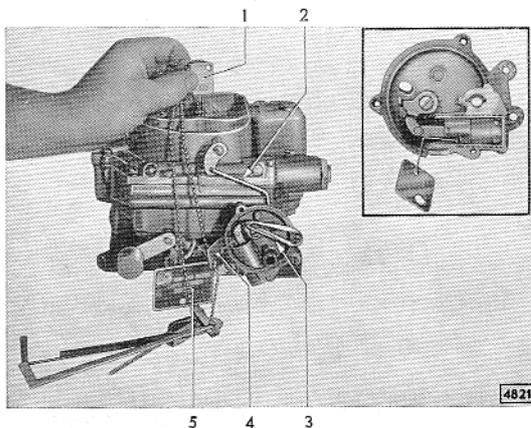

Bild D 66 - Automatische Startvorrichtung einstellen
4. Luftklappe öffnen und die mit .026 markierte Lehre des Lehrensatzes S-5051 zwischen Nutende am Unterdruckkolben und Nutanfang im Unterdruckzylinder (Bild D 66) einführen.
A n m e r k u n g : Um den Unterdruckkolben in seiner Stellung festzuhalten, ist ein Gummiband doppelt nach Bild D 66 anzubringen. Eine Hand bleibt dann zur Prüfung und Einstellung der Luftklappe frei.